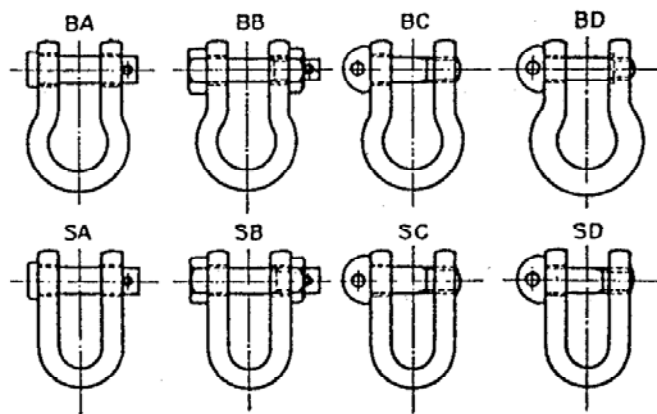

図 5 シャックルの種類
玉掛けワイヤーロープに用いるシャックルは、図 5 及び表 2 に示すように 2 種類あり、一般的にストレートシャックル (S) が使用されますが、使用荷重 (JIS B 2801 参照) 等を確認の上、選定してください。